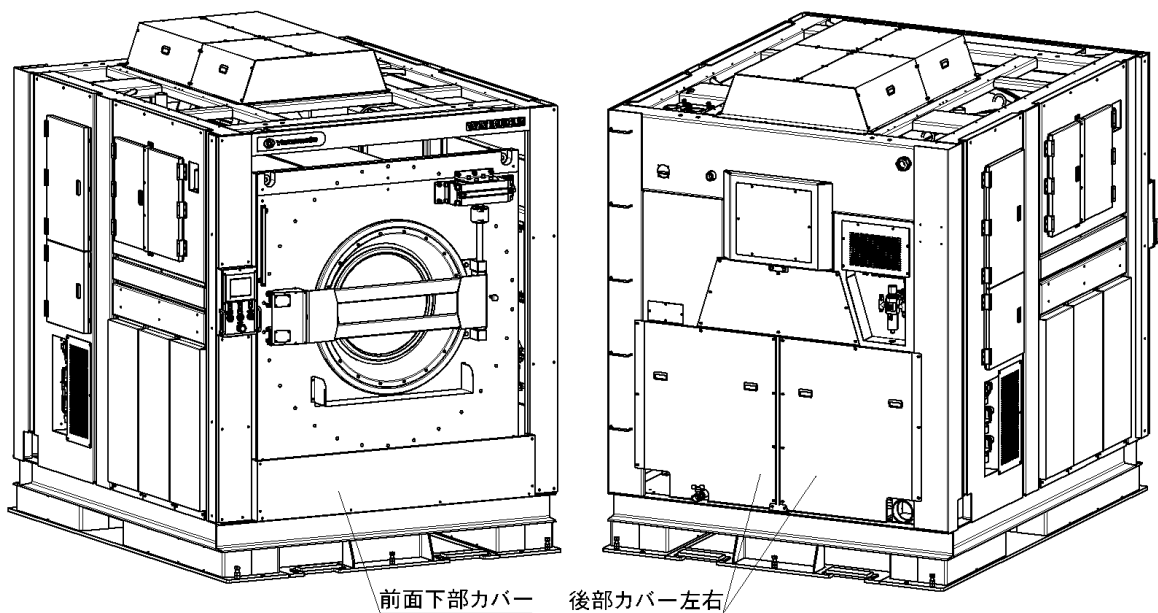

図 4-4
#### 4. 4 輸送止め金具の取り外し(図 4-4 図 4-5)
- 1) 前面下部カバー、後部カバー左右を外します。(図 4-4)